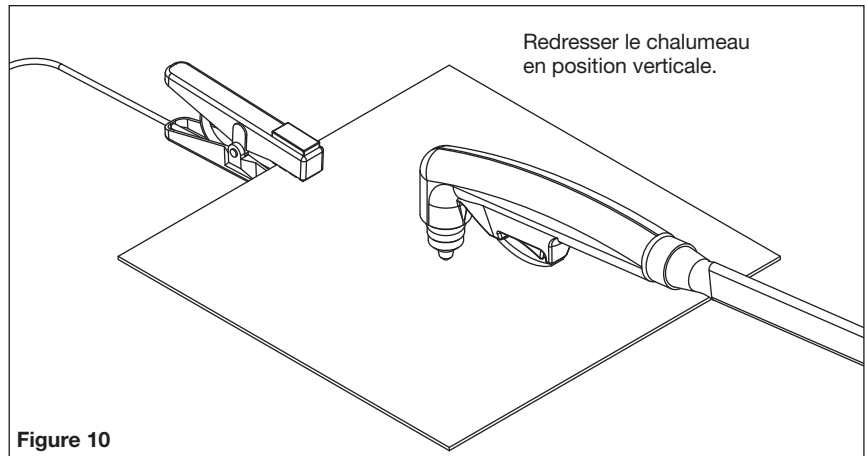

Figure 10
3. Tout en maintenant la gâchette, faire pivoter le chalumeau vers une position normale de découpe de 90°. Voir la Figure 10.